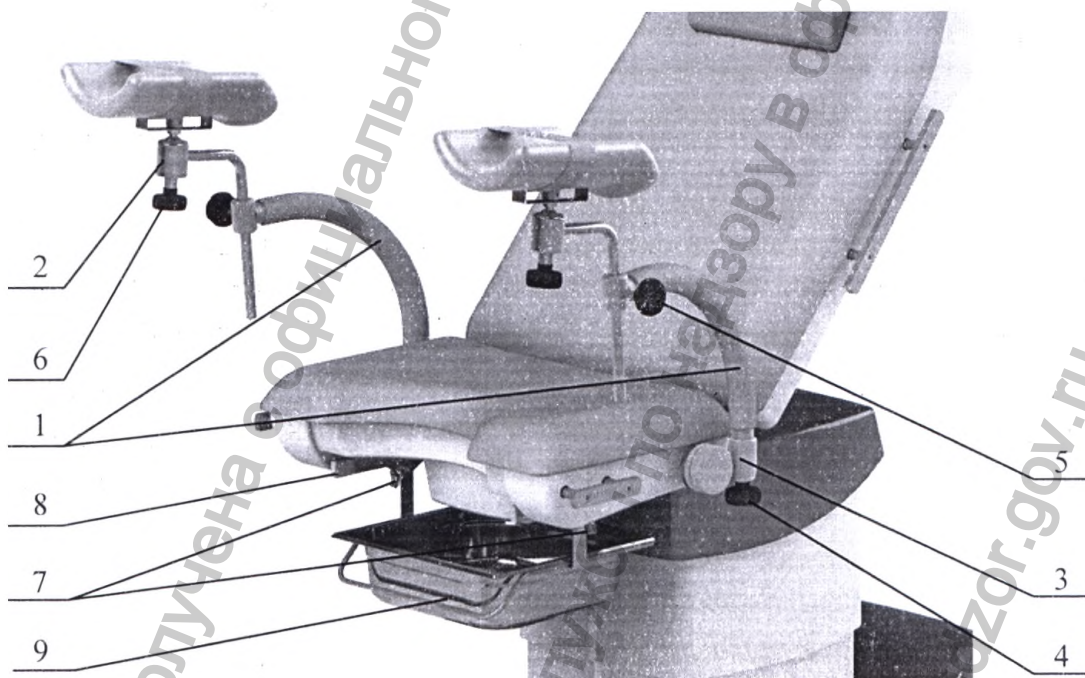

Рисунок 5. Регулировка приспособлений.
10.5 Упоры для рук с держателями для ног по Гепелю 1 расположены по бокам сиденья (Рисунок 5).